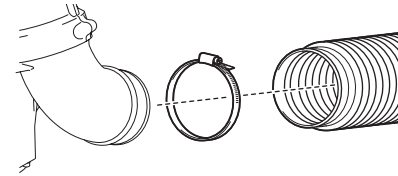

Рис. 2
1. Установите гибкую трубу на колено воздуходувного устройства и закрепите её хомутом, для облегчения сборки гибкой трубы на колене используйте небольшое количество пластичной консистентной смазки (Рис. 2).